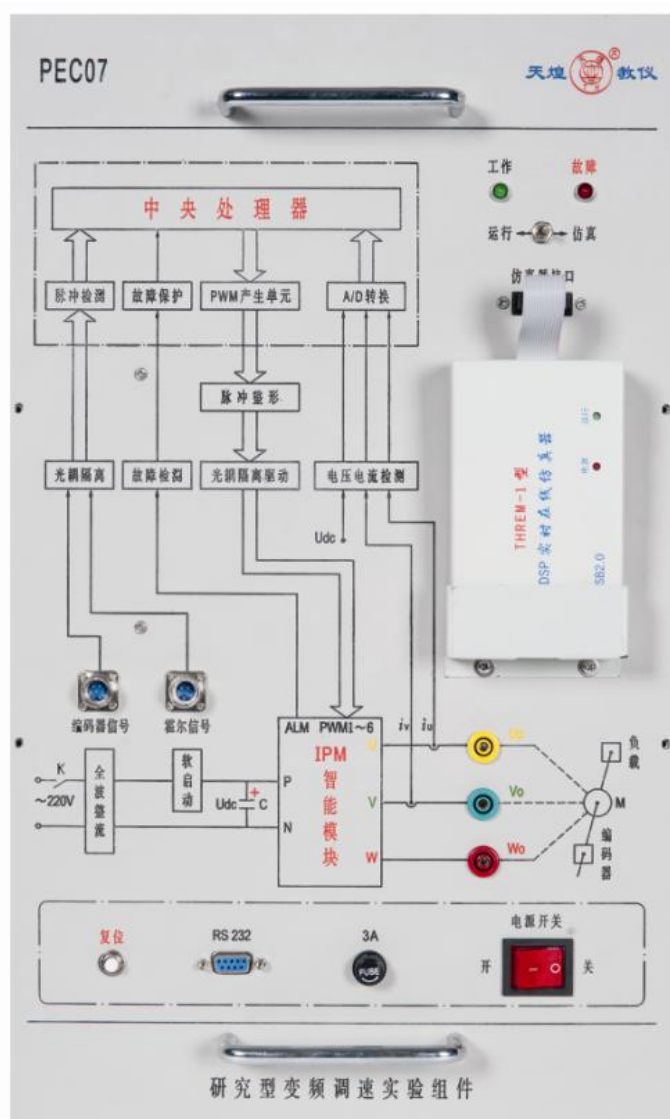

图5 PEC07型研究型变频调速实验组件
① 将PEC07型研究型变频调速组件上的【电源开关】打到“关”状态，其中PEC07挂件见图5。
② 用USB线连接DSP仿真器到电脑上，组件选择“仿真”模式。
③ 用平行串口线连接PEC07上的【RS232】到电脑串口。
④ 连接电机导轨上的速度编码器信号到PEC07型组件【编码器信号】接口。